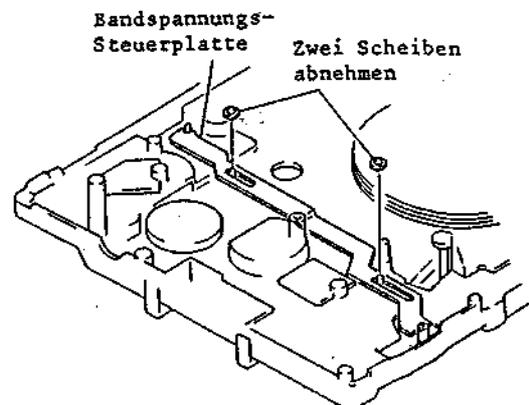

Abb. 2-93 Ausbau der Bandspannungs-Steuerplatte
3-41 Ausbau der Bandspannungs-Steuerplatte (Abb. 2-93)
11. Zwei (2) Sicherungsscheiben der Bandspannungs-Steuerplatte entfernen (siehe Abb. 2-93).